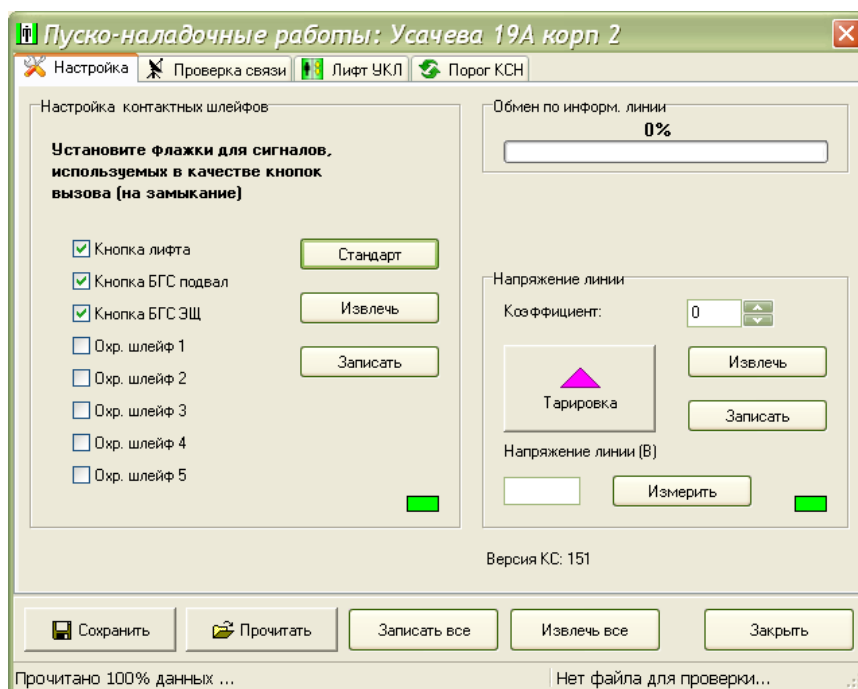

Рисунок 74
1) Установить режимы работы контактных шлейфов и кнопок вызова, выполняется на вкладке «Настройка» окна «Пусконаладка» (рисунок 74). Затем записать маски в КСН кнопкой «Записать». В нижней строке окна должна появиться надпись «Успешно записано». Для сохранения настройки на жестком диске компьютера однократно нажать мышкой кнопку «Сохранить». Далее в появившемся окне нажать кнопку «ОК».